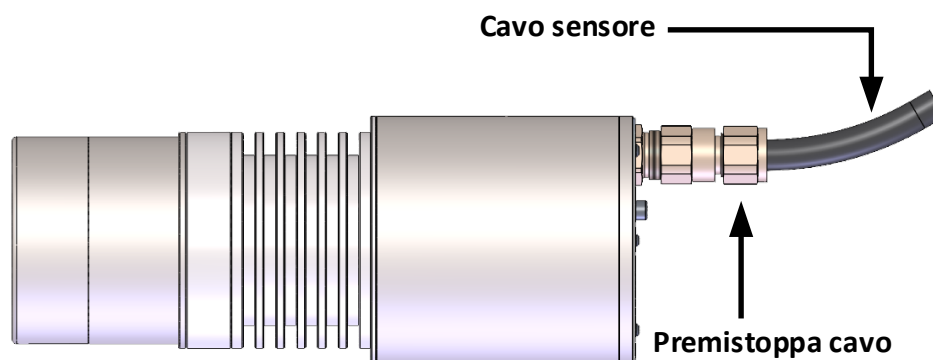

Figura 3: Passacavo
- Quando effettua l'installazione del cavo, l'utente deve prevedere un opportuno detensionamento per proteggere il passacavo (Figura 3). Il cavo deve mantenere un raggio di curvatura minimo di 90 mm. Le eventuali curve del cavo devono iniziare ad almeno 25 mm dal passacavo.